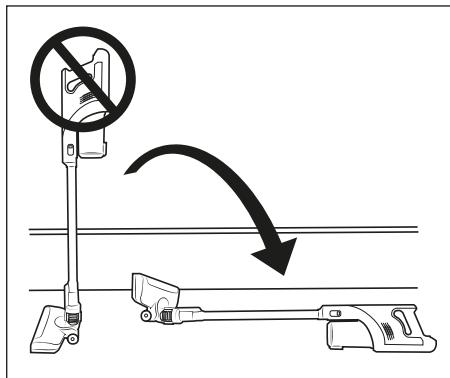

Abb. 9
- Die Saugöffnungen des Gerätes und der Bodenbürste ② und das Saugrohr ④ müssen jederzeit frei sein und dürfen nicht verstopft werden. Verstopfungen führen zu Überhitzung und Beschädigung des Motors.
- Achten Sie darauf, dass der HEPA-Filter ⑤ immer eingesetzt ist, bevor Sie das Gerät verwenden.
- Stellen Sie den Staubsauger nicht aufrecht hin, wenn Sie ihn zwischenzeitlich abstellen oder aus der Hand nehmen wollen. Setzen Sie den Staubsauger dafür in die Wandhalterung ⑯ oder legen Sie ihn auf den Boden (siehe Abb. 9 und 10). Der Staubsauger kann ansonsten umkippen und beschädigt werden und unter Umständen beim Umkippen weitere Gegenstände beschädigen.